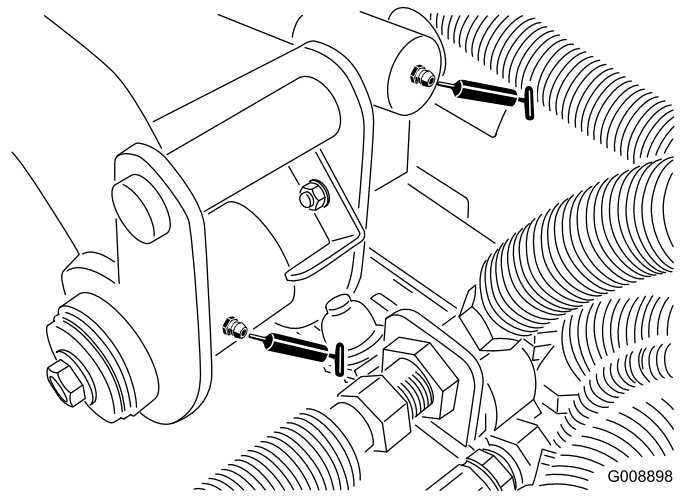

Figure 51
- Pivot de bras de levage arrière et vérin de relevage (2) (Figure 51)